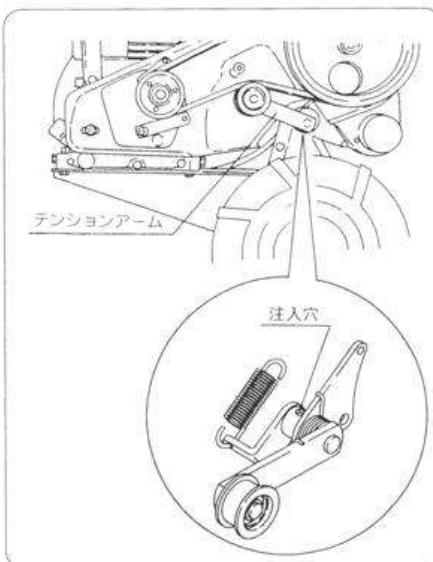

図39
- 本機の主变速レバーとベルトカバーの間にテンションアームの軸受部に注入穴があります。作業後または始めに主クラッチテンションの動きを確認してください。動きが悪い場合は、注油してください。(図39)